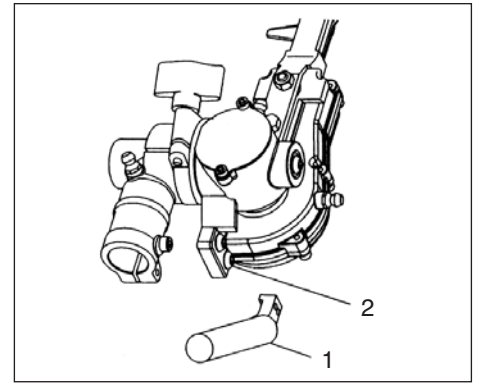

Fig.1-2B
Instalação da pega de apoio (1) (Fig.1-2B)
1. Remova 2 parafusos sextavados (2) da caixa de transmissão.
2. Instale a pega de apoio (1) na caixa de transmissão aproveitando os furos dos 2 parafusos sextavados removidos (2). Depois aperte os parafusos sextavados com firmeza.